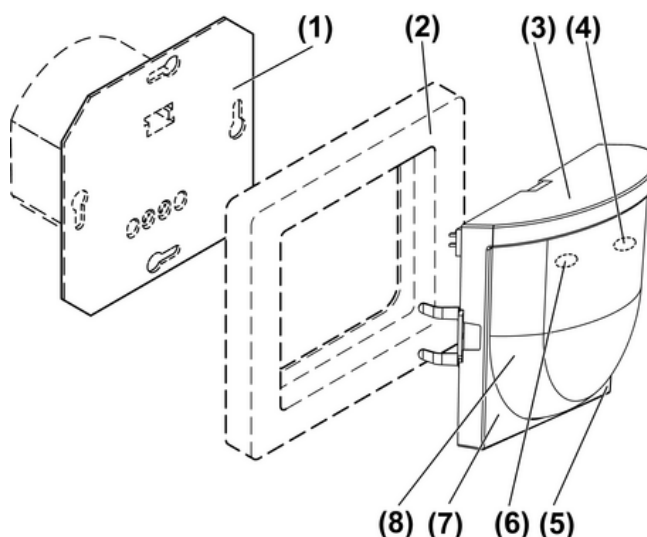

Figure 1
Une LED rouge (4) et jaune (6) (figure 1) permettant de signaler les différents états de fonctionnement se trouvent derrière la lentille (8).